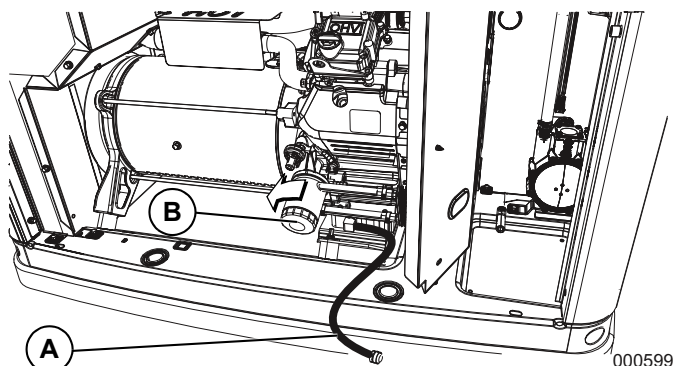

Figure 4-2. Emplacement du filtre à huile et du tuyau de vidange
2. Quelques minutes après l'arrêt du moteur, quand il a légèrement refroidi, soulevez le couvercle et retirez le panneau avant. Dégagez le tuyau de vidange d'huile en le libérant de sa pince de fixation. Voir A dans Figure 4-2 Retirez le bouchon du tuyau et vidangez l'huile dans un récipient approprié.
4. Une fois la vidange d'huile terminée, retirez le filtre à huile en le tournant en sens inverse des aiguilles d'une montre. Pour l'emplacement du filtre, voir B dans Figure 4-2.